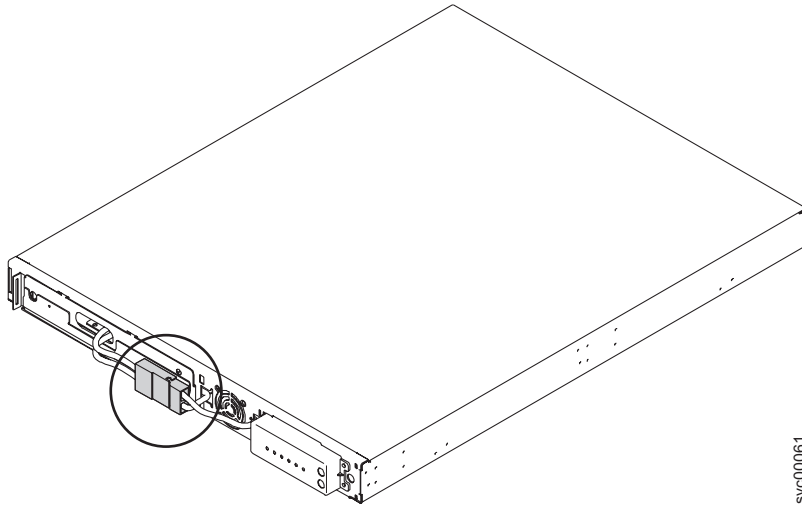

図 15. 2145 UPS-1U内部バッテリー・コネクタ
5. 内部バッテリー・コネクタ (22 ページの図 15 に示す) を接続します。ガイド・キー付きのコネクタのそれぞれの端部には 2 本のワイヤーがあります。1 本は赤 (+) でもう 1 本は黒 (-) です。2 本の赤色ワイヤーが結合され、2 本の黒色ワイヤーが結合されるようにコネクタの位置合わせをします。